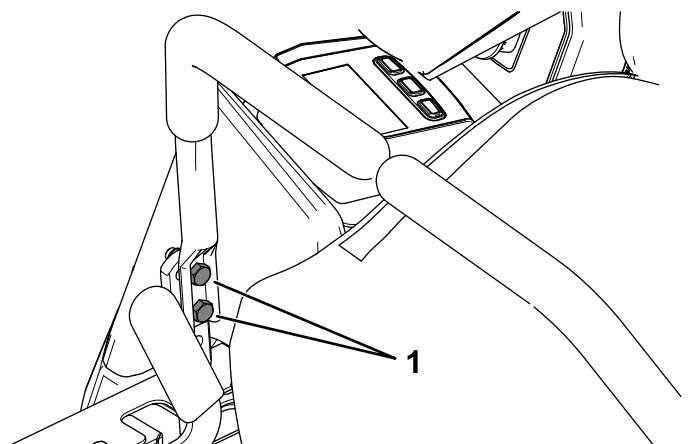

Figure 51
- 12. Serrez les 2 boulons de montage du levier de commande de déplacement (Figure 51).
10. S'il est nécessaire d'ajuster l'alignement, desserrez les 2 boulons de montage du levier de commande de déplacement du côté mal aligné (Figure 51).